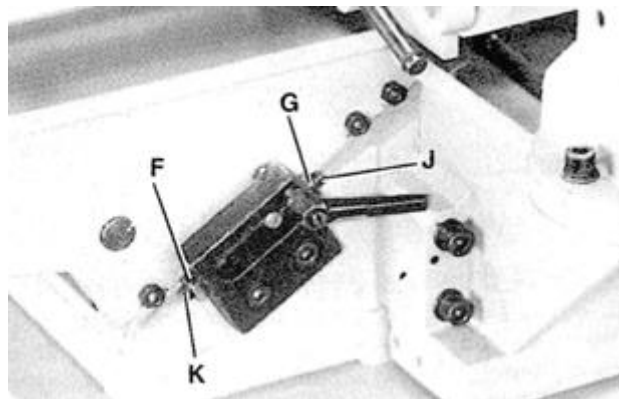

Рис. 23 Настройка неподвижных упоров загрузочного стола
Для того чтобы настроить упоры, просто открутите две стопорные гайки (F) и (G) – Рис. 23 и используйте два регулировочных винта (J) и (K).